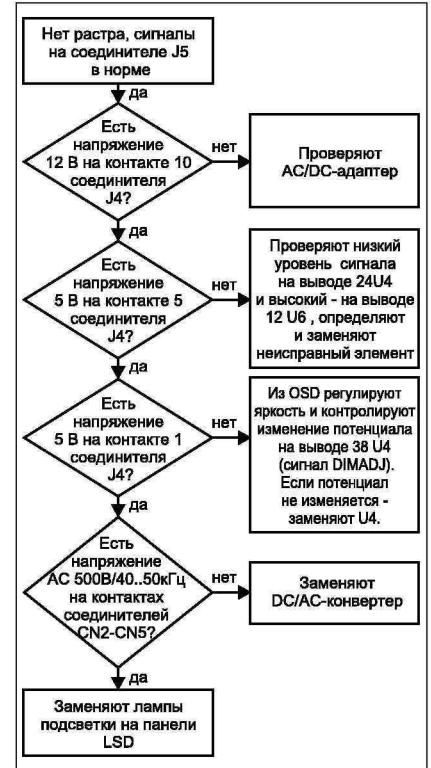

Рис. 11
- Нет раstra, сигналы на соединителе LCD-панели (J5) в норме (рис. 11);